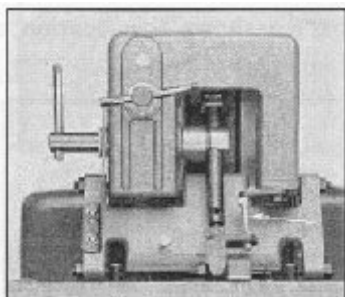

Рисунок 10. Расположение неподвижного упорного болта линейки.
3. Затяните контргайку на упорном болте и наклоните линейку вперед, затем назад до упора. См. рисунок 10.